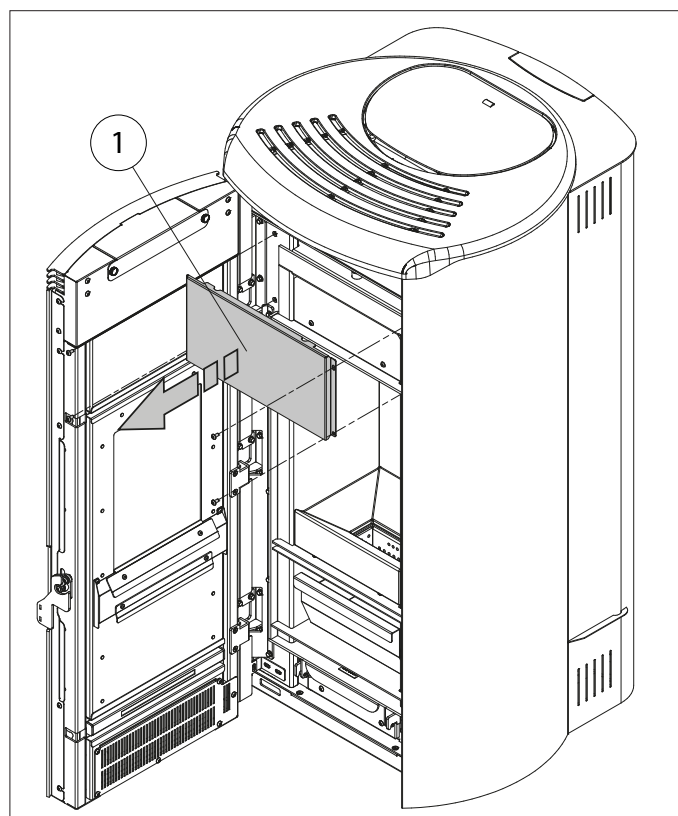

Fig. 6.3a
- Aprire la porta, svitare le viti di fissaggio del frontale (1) e rimuoverlo (Fig. 6.3a), per accedere alla valvola di sfiato.